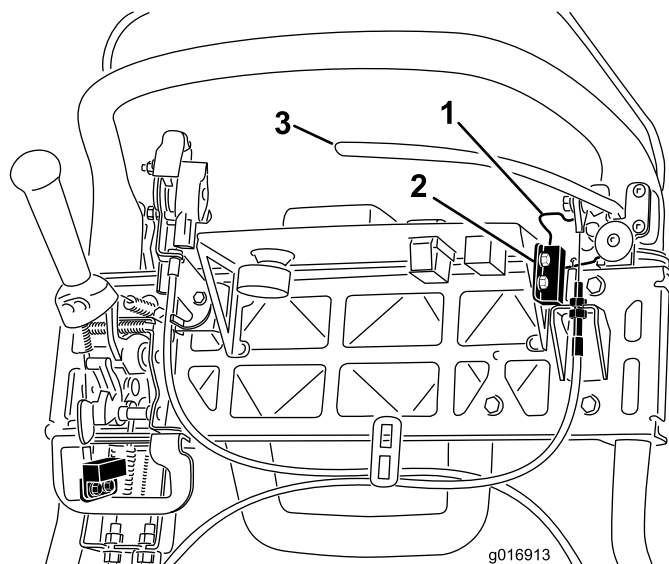

Figura 39
4. Desaperte as juntas de montagem do interruptor de segurança (Figura 39).
5. Coloque uma cunha de 1,6 mm entre o bloqueio do travão de estacionamento e o interruptor de segurança (Figura 39).
4. Para aumentar a tensão do cabo, desaperte a porca de bloqueio do cabo dianteiro e aperte a porca de bloqueio do cabo traseiro (Figura 39) até que seja obtida uma força de 156 N, de maneira a que se possa engatar o travão, é necessário para soltar o bloqueio do travão de estacionamento. Não ajuste demasiado ou poderá prender o travão de estacionamento.